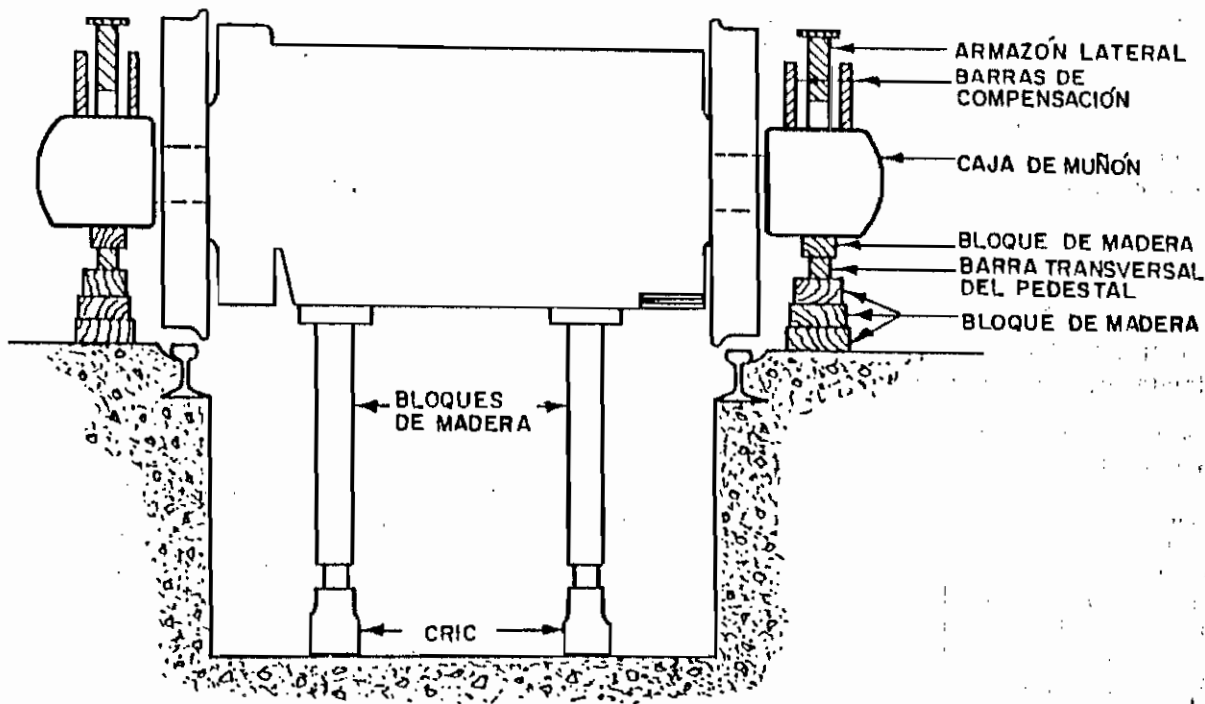

Fig. 7. Método de bloquear el eje para la rectificación del conmutador sin removerlo del bogie
a. Colóquense los gatos debajo de las barras transversales del pedestal y debajo de la armazón del motor, conforme se indica en la Fig. 7. Levántese alternativamente el eje y la armazón del motor hasta que las ruedas hayan quedado separadas de los rieles por una o dos pulgadas.